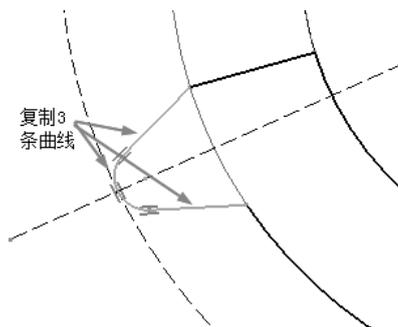

图 5-141
- 选择如图 5-141 所示的 3 条曲线, 然后单击“变换”工具栏中的“旋转”按钮, 打开“旋转定义”对话框。